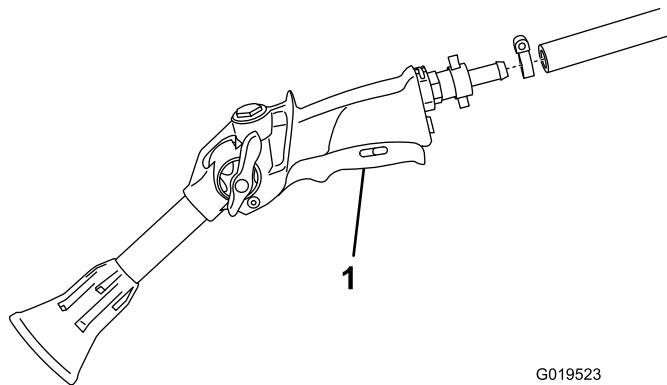

図 11
1. ホース長のもう一端をスプレーガンのフイッティングにつなぐ図 11。